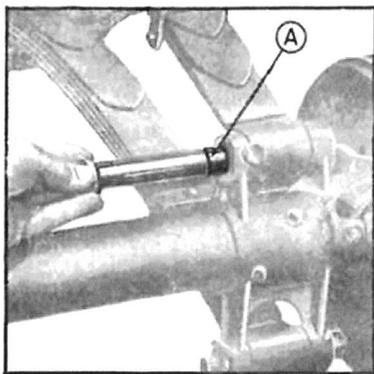

Fig. 203. — Montage d'un Axe de ressort AR.
- 1—Remonter le pont sur le châssis en glissant les axes des ressorts dans les supports du pont, placer les rondelles, visser et gouppiller les écrous. (Pour faciliter le montage des axes, employer le petit obus conique qui se visse sur la partie fileté de l'axe, constituant ainsi une pièce de centrage. (fig. 203).